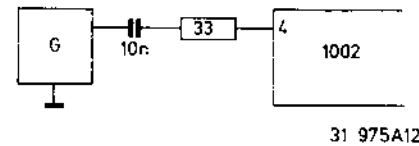
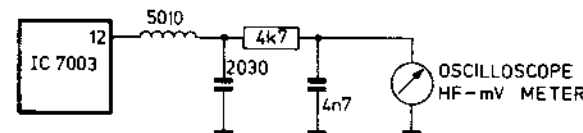

Fig. 1
Fig. 2
- Messsender gemäss Bild 1 und Oszilloskop oder HF-Millivoltmeter gemäss Bild 2 anschliessen.
- Messsender gemäss Bild 1 und Oszilloskop oder HF-Millivoltmeter gemäss Bild 5 anschliessen.